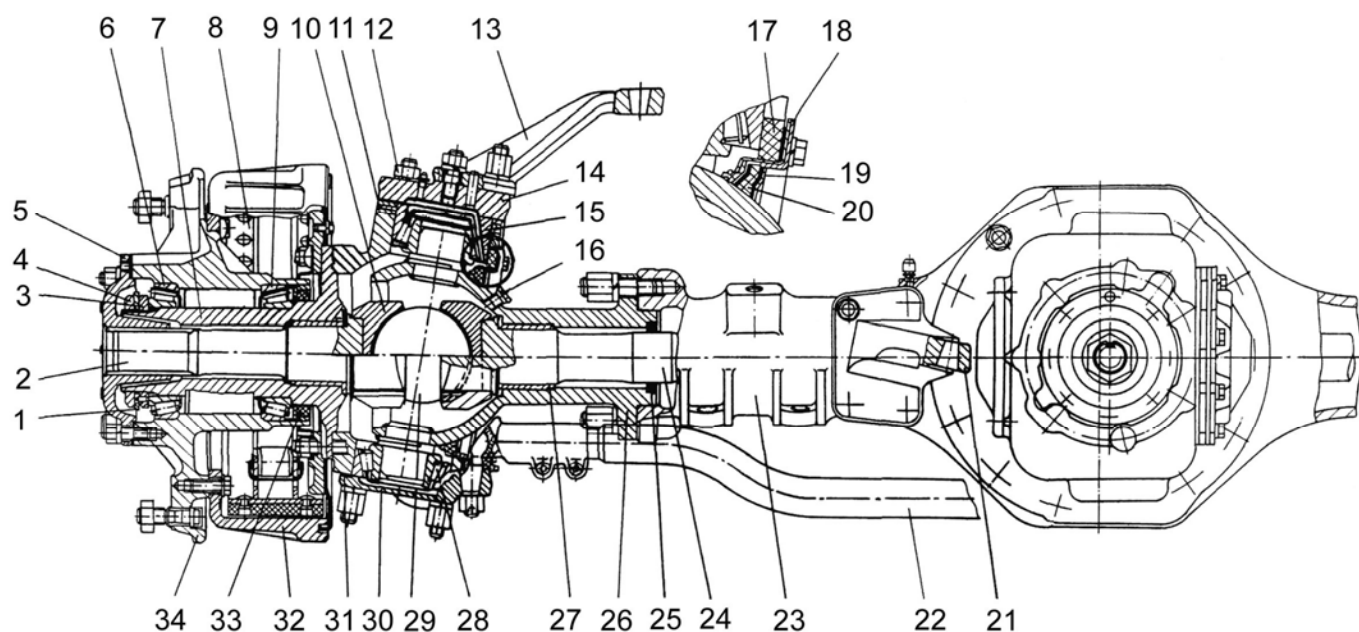

Рисунок 24 – Передний ведущий мост:
Ниже дано описание только конструктивных особенностей переднего ведущего моста (рисунок 24).
- отвернуть контргайку 4 подшипников (рисунок 24) и снять шайбу;
**Проверка и регулировка подшипников шкворней поворотных кулаков переднего моста.** Осевой люфт в подшипниках шкворней проверять при снятых ступицах, отсоединенных тягах рулевой трапеции от поворотных рычагов и затянутых до отказа гайках крышек подшипников шкворней (момент затяжки гаек 280-320Н·м (28-32 кгс·м). При покачивании цапфы 7 (рисунок 24) вверх-вниз люфта не должно быть.
-отсоединить цапфу 7 (рисунок 24) от корпуса поворотного кулака. Снимать цапфу следует осторожно, чтобы не повредить уплотнительную прокладку. Поврежденную прокладку следует заменить новой;